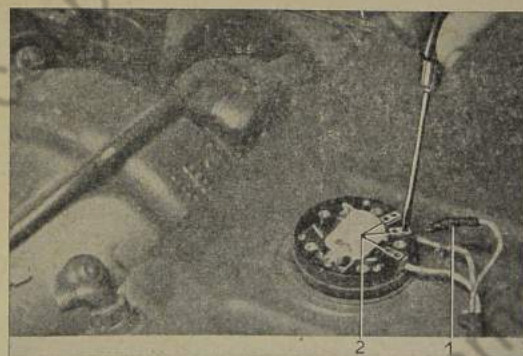

Bild 280: Leitungen an Geber anschließen
3. Beim Anschließen der Leitungen (Bild 280) darf unter keinen Umständen die + Leitung mit irgendwelchen anderen Teilen des Gebers, beispielsweise den Klemmen für die Leitungen zum Anzeiger, in Berührung kommen. Beachte deshalb Nummern an den Leitungen.